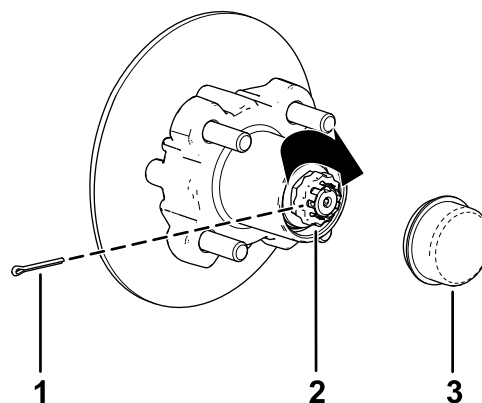

Figura 36
8. Coloque el retenedor sobre la tuerca y compruebe la alineación de la ranura del retenedor y el orificio de la chaveta de la mangueta (Figura 36).
9. Instale la chaveta y doble las patas alrededor del retenedor (Figura 36).
10. Instale el tapón guardapolvo sobre el cubo (Figura 36).